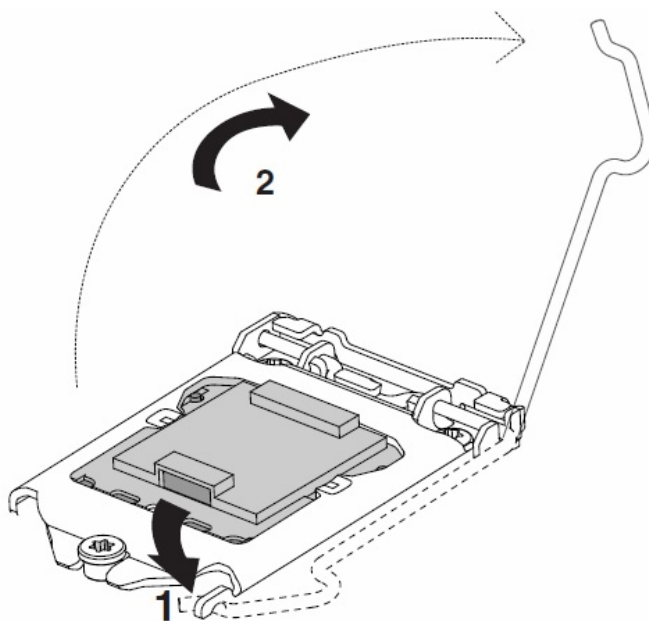

図 3-1
- 1) レバーを押し下げて(1)の留め金から外し、(2)の方向にレバーを持ち上げます。(図 3-1).